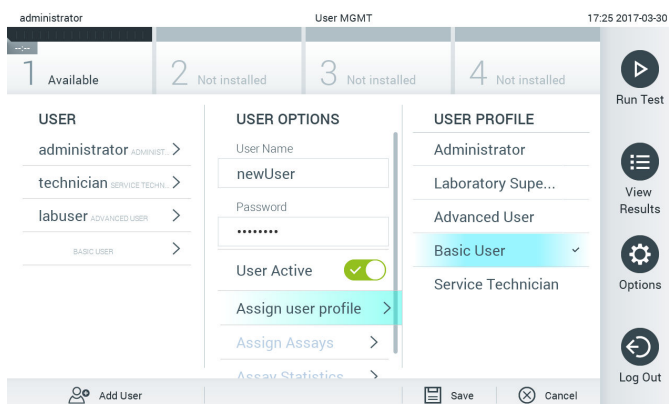

Figure 57. Attribution d'un profil d'utilisateur à un nouvel utilisateur.
4. Appuyez sur Assign User Profile (Attribuer le profil d'utilisateur) et attribuez le profil d'utilisateur qui convient (à partir de la liste à droite de la zone de contenu) à l'utilisateur concerné (figure 57).